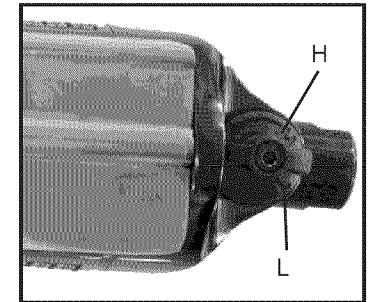

Figura 2
La herramienta tiene una válvula reguladora. Gire el regulador hasta que logre la salida deseada. Los valores fijados (H) y (L) en el regulador son sólo como referencia y no denotan una salida de potencia específica. Gire el regulador a una posición donde (L) sea la cantidad de potencia menor y (H) sea la cantidad de potencia mayor. (Vea la Figura 2).